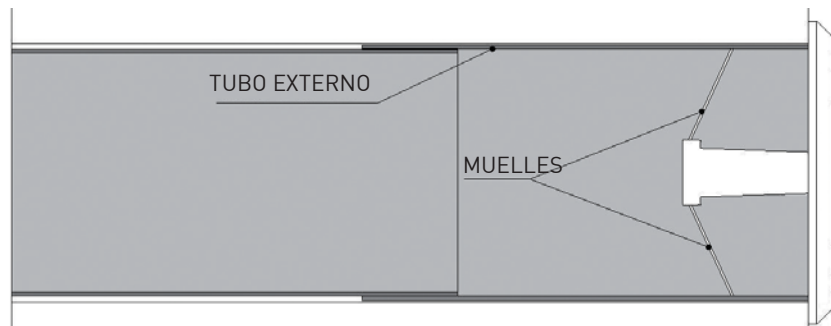

Imagen 6
- Coloque la rejilla "de dentro hacia afuera" comprimiendo los muelles en el tubo exterior (Imagen 6)